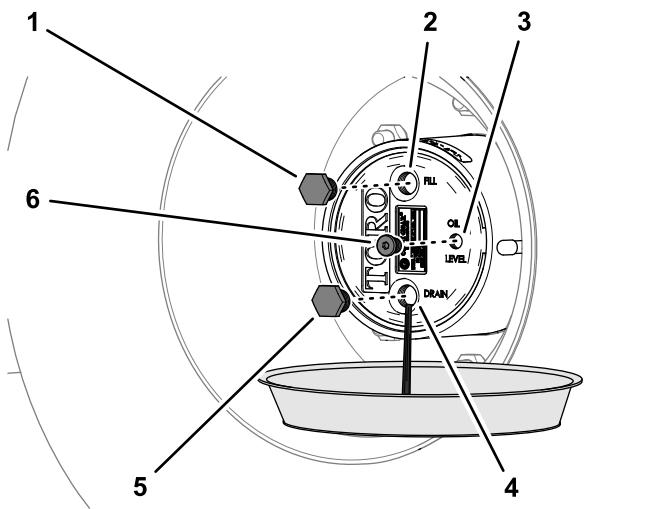

Figura 86
- Posizionate una bacinella di spurgo sotto il mozzo dei riduttori planetari, rimuovete il tappo di spurgo, il tappo di riempimento e il tappo di controllo e lasciate spurgare completamente il lubrificante (Figura 86).